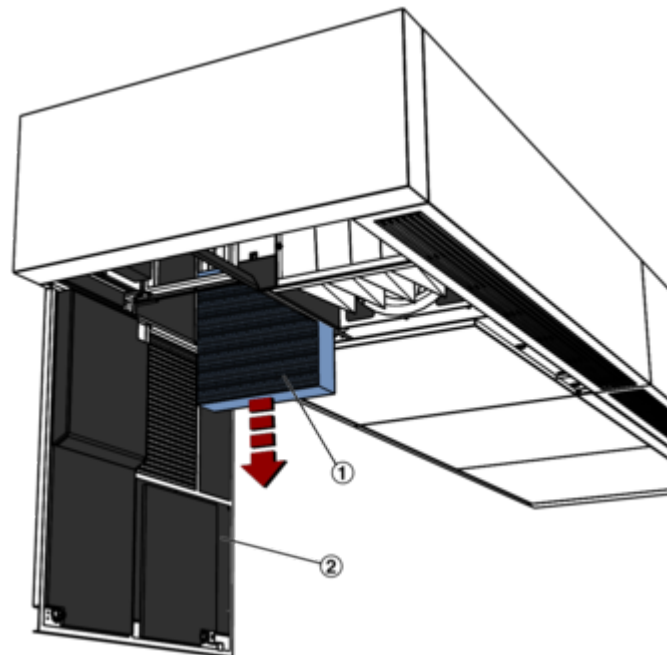

Abb. 86: Abluftfilter
- ▶ Den Revisionsdeckel (Abb. 86/2) des Lüftungsgerätes öffnen → Kapitel 9.2 „Revisionsdeckel öffnen/schließen“ auf Seite 57.
7. ▶ Am Abluftfilter (Abb. 86/1) die Sicherungslasche öffnen und den Filter nach unten herausziehen.